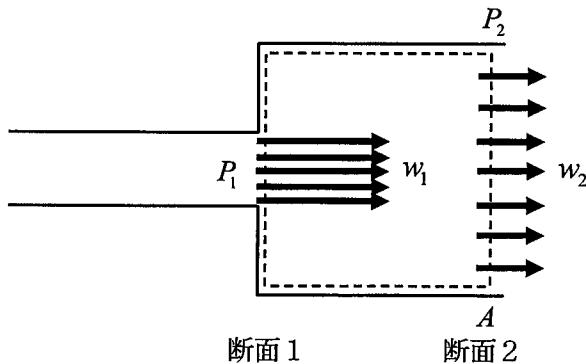

図2 急拡大管路の流れ
2) 図2のように、水平に置かれた管の断面積が急拡大する管路を考える。非圧縮性流体の定常流れであれば、管路の急拡大に伴う 3 によりエネルギーが散逸する。いま、破線で囲まれた検査体積を考え、検査体積の左端の断面1に流入する流速を w_1 、圧力を P_1 、右端の断面2から流出する流速を w_2 、圧力を P_2 、流体の密度を ρ とすると、それらを用いて単位質量当たりのエネルギー損失 E_{loss} は次式で表される。